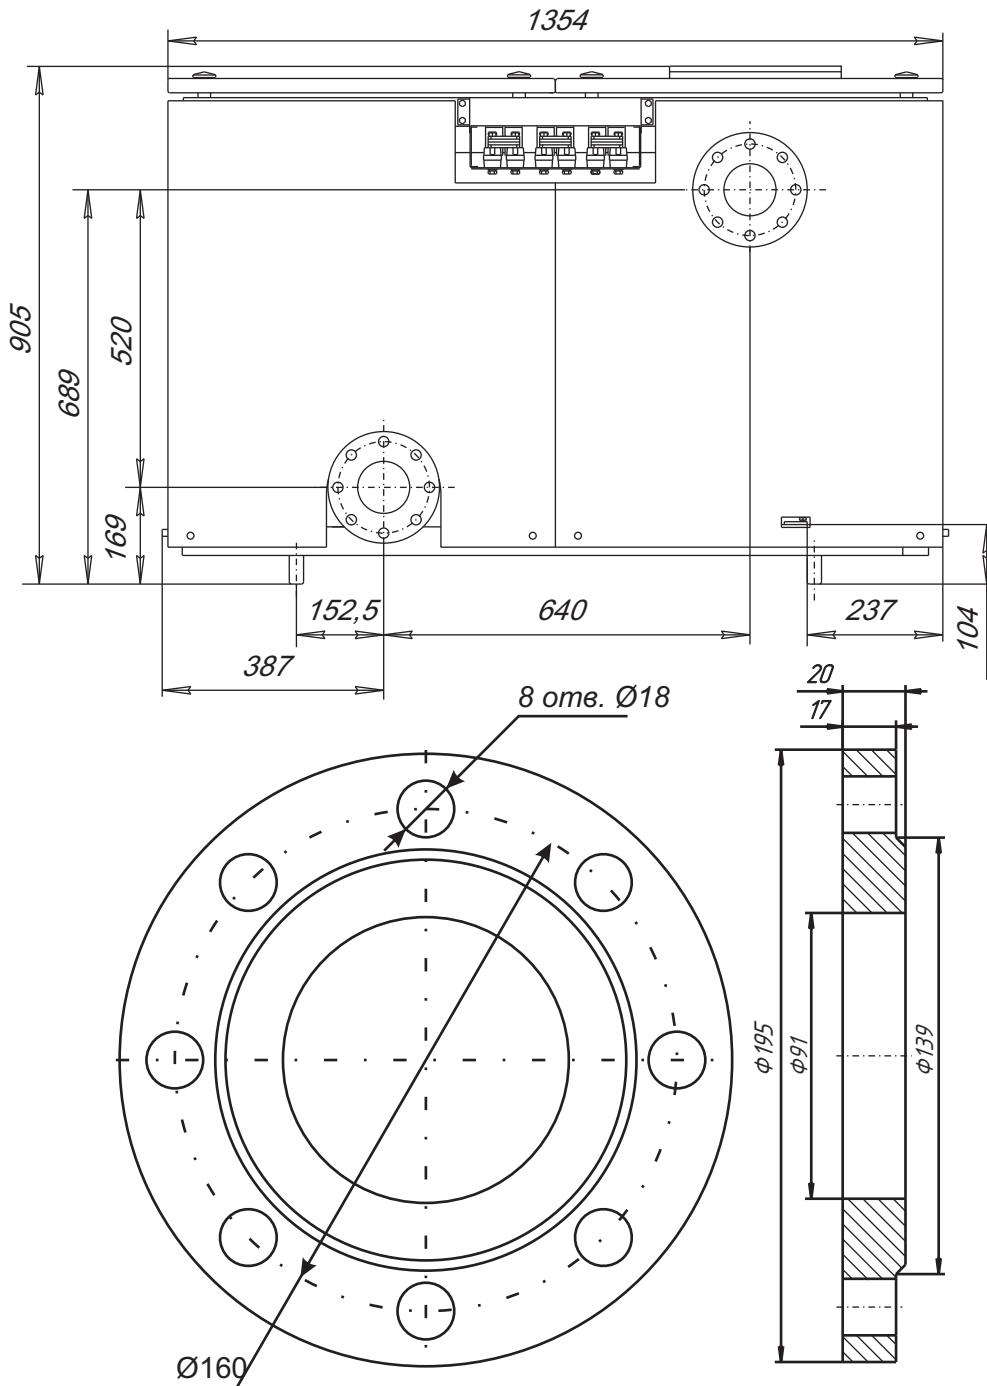

Рис. 4 Вид сзади
4.1.10 Габаритные и присоединительные размеры прибора приведены на Рис.4, 5.
- 16 Екатеринбург, "Сантехклуб", тел. (343) 379-98-99
- 17 Екатеринбург, "Предприятие "ТАЭН", тел. (343) 222-79-97